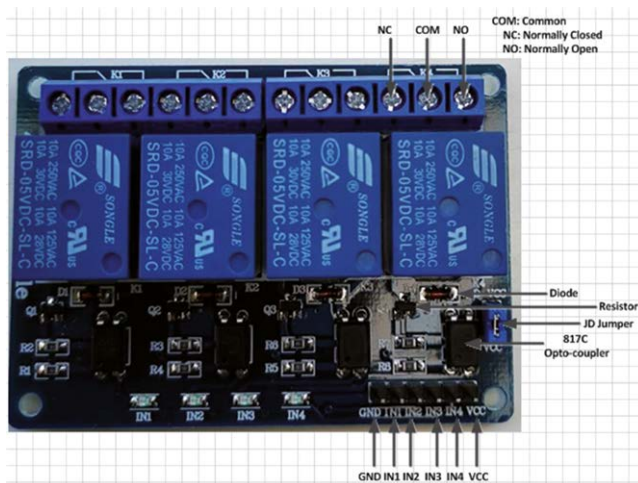

Figure 19.5 Carte de relais à 4 canaux
Renseignements généraux : Dans ce projet, une carte de relais à 4 canaux (voir figure 19.5) d'Elegoo (www.elegoo.com) est utilisée. Il s'agit d'une carte relais couplée opto-optique qui possède 4 entrées, une pour chaque canal. Les entrées de relais se trouvent en bas à droite de la carte, tandis que les sorties de relais sont situées en haut. La position médiane de chaque relais est le point commun, la connexion à sa gauche est le contact normalement fermé (NC), tandis que la connexion à droite est le contact normalement ouvert (NO). Les contacts relais prennent en charge AC250V à 10A et DC30V 10A. IN1, IN2, IN3 et IN4 sont les **FAIBLE ACTIF** entrées, ce qui signifie qu'un relais est activé lorsqu'un signal LOW logique est appliqué à sa broche d'entrée. Les contacts de relais sont normalement fermés (NC). En activant le relais, les contacts actifs sont modifiés de telle sorte que la broche commune et la broche CN deviennent les deux contacts du relais et que la LED du circuit d'entrée de la carte relais correspondant au relais activé est allumée. Le VCC peut être raccordé à +3,3 V ou à +5 V. Le cavalier JD sert à sélectionner la tension du relais. **Comme le courant tiré par un relais peut dépasser 80mA, vous devez retirer ce cavalier et connecter une alimentation externe (e . g . +5V) pour fixer le JD-VCC.**